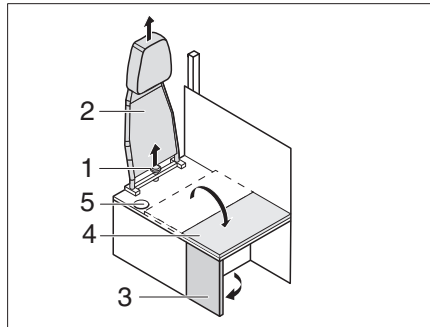

Fig. 212 Transformation conduite-habitation
- Dévisser la vis en étoile (Fig. 212,1) et retirer le dossier (Fig. 212,2) vers le haut.
- Déployer la paroi latérale (Fig. 212,3).
- Rabattre la rallonge de banquette (Fig. 212,4) sur la paroi latérale.
-  ▷ Pour la transformation du mode habitation au mode conduite, répéter ces étapes dans l'ordre inverse. Veiller à ce que la ceinture de sécurité passe par l'ouverture (Fig. 212,5).